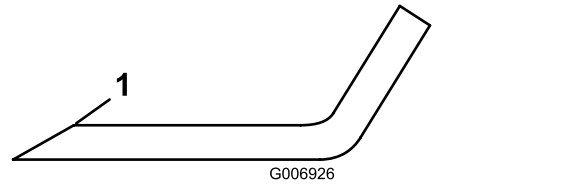

Figure 72
- Examinez le tranchant de toutes les lames. Affûtez les tranchants s'ils sont émoussés ou ébréchés ; affûtez uniquement le haut du tranchant et conservez l'angle de coupe d'origine pour obtenir une coupe nette (Figure 72).